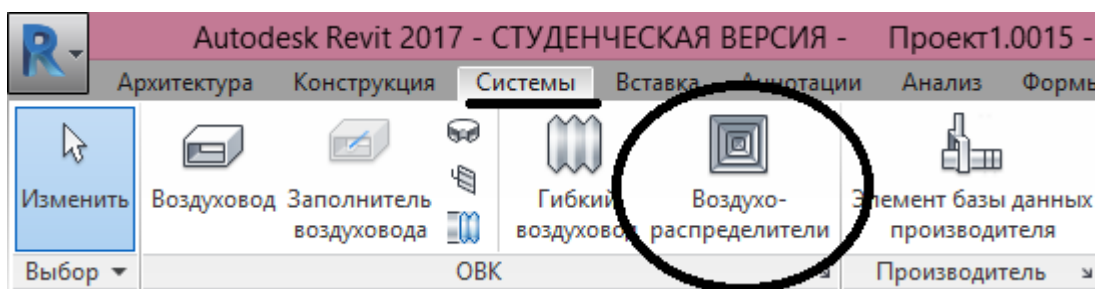

Рисунок 5.7. Установка воздухораспределителей
4.1. Во вкладке Системы нажать «Воздухораспределители» (рис. 5.7).